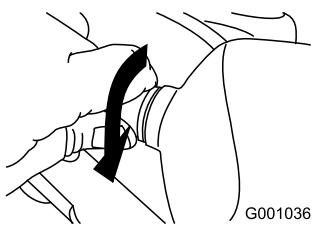

Рисунок 56
5. Поворачивайте цоколь лампы по часовой стрелке до тех пор, пока лампа не будет надежно ввернута(Рисунок 56).